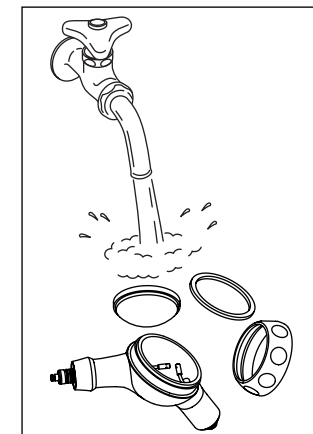

Fig. 13
- ③ Lavare con acqua corrente qualsiasi residuo di polvere di pulizia accumulatasi all'interno del contenitore o sul tappo (Fig. 13).